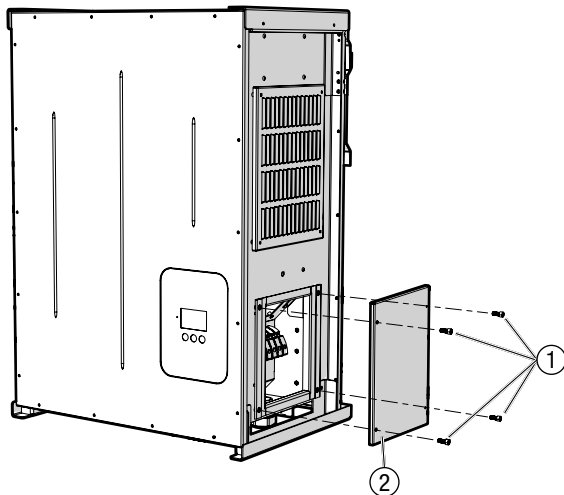

Bild 11 AC-Deckel abnehmen
3. Lösen Sie die M6-Innensechskant-Schrauben (Bild 11/Pos. 1) am AC-Deckel.
4. Nehmen Sie den AC-Deckel (Bild 11/Pos. 2) ab.